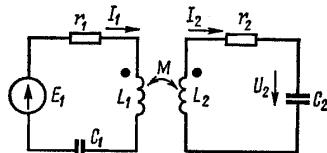

рис. 8
- Яка при цьому слуга пропускання контуру? Визначити область частот, за яких модуль опору паралельного контуру більше $10 \text{ к}\Omega$. Визначити еквівалентні активні і реактивні опори контуру на межах цієї області. За якої умови опір контуру при резонансі струмів матиме максимально можливе значення? Як потрібно підключити контур до джерела синусоїdalnoї е.р.с. з амплітудою $E_m = 100 \text{ В}$ в внутрішнім опором $R_i = 20 \text{ к}\Omega$, щоб потужність, виділена у контурі, була максимальна і чому вона дорівнює? (12)
9. У схемі рис.8 відомі параметри $L_1 = 350 \mu\text{Гн}$, $C_1 = 250 \text{ пФ}$, $r_1 = 10 \Omega$, $L_2 = 365 \mu\text{Гн}$, $r_2 = 8 \Omega$. Амплітуда е.р.с. генератора дорівнює 200 В. Обидва контури окремо налаштовані у резонанс на одну і